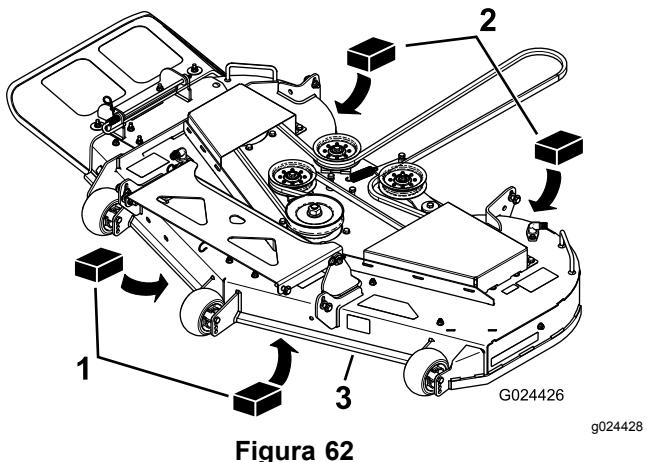

Figura 62
- Coloque dos bloques de 6.6 cm (25/8) debajo de cada lado del borde delantero de la carcasa, pero no debajo de los soportes de los rodillos protectores del césped (Figura 62).
- Coloque dos bloques de 7.3 cm (27/8) de grosor debajo del borde trasero del faldón de la carcasa de corte, uno en cada lado de la carcasa de corte (Figura 62).